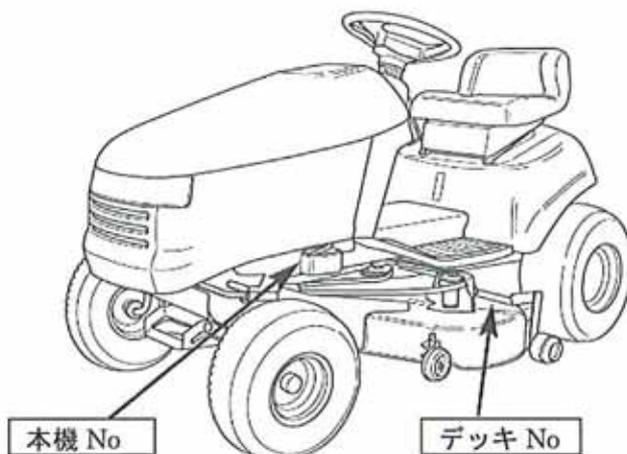

図1
- お問い合わせの際は、モデルNo.、シリアルNo.を、お知らせください。本機と、デッキのモデルNo.とシリアルNo.は、図1の個所に表示してあります。